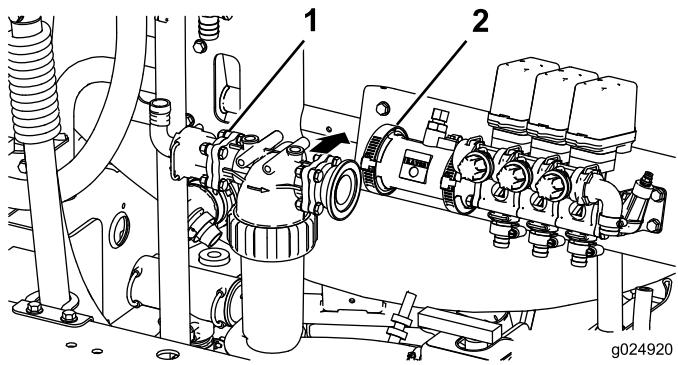

Figura 23
- Remova o grampo, união e tubos existentes, localizados no grampo (Figura 23).
3. Instale o conjunto do filtro de pressão na máquina (Figura 23).